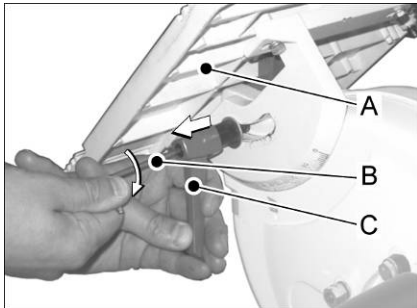

Fig 3
Montieren Sie den Tisch (A, Fig 3) mit dem Kipphebel (C) auf der Rückseite des Maschinengehäuses. Heben Sie den Kipphebel aus der Rastung und schrauben Sie die Innensechskantschraube mit dem Inbusschlüssel(B) fest.